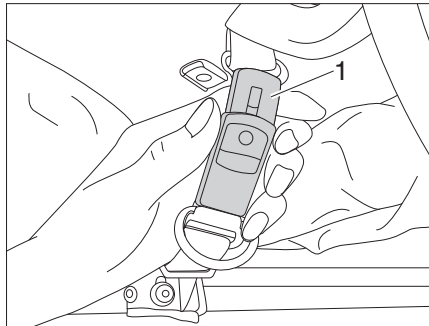

Bild 45 Sicherungsgurt öffnen
- Sicherheitsgurte (Bild 45,1) öffnen.
- Sicherungsgurte (Bild 45,1) schließen.